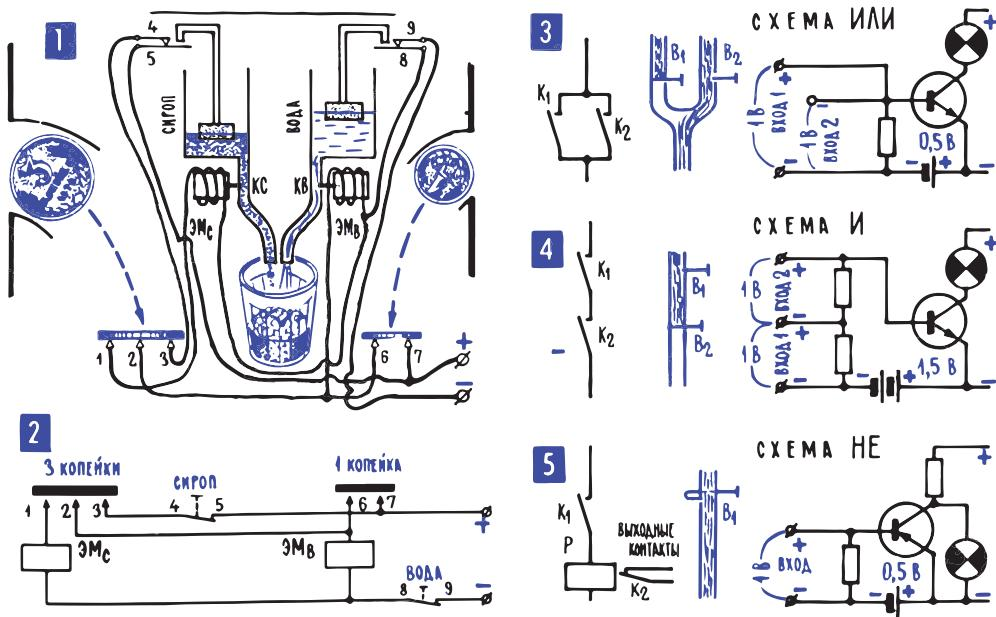

Рис. 15.4. Работа автомата для продажи воды с сиропом
7. В электрических цепях легко выполняются логические операции И, ИЛИ, НЕ. На рис. 15.4; 1, 2 показана упрощенная учебная схема (опять-таки «упрощенная учебная» и не более) автомата для продажи газированной воды с сиропом7. Схема эта довольно проста. Монета «1 копейка» замыкает контакты 6, 7, и если при этом еще замкнуты контакты 8, 9 (они размыкаются, когда в резервуаре нет воды), то электромагнит  $\text{ЭМ}_B$  откроет кран КВ и нальет в стакан воду. Монета «3 копейки» замыкает сразу три контакта. Это контакты 2, 3, которые дублируют контакты 6, 7 и в итоге наливают в стакан воду. Кроме того, монета замыкает контакты 1, 3, которые подают питание на электромагнит  $\text{ЭМ}_C$ , открывающий кран сиропа. Электромагниты, сработав, не только открывают краны КВ или КС, но еще включают механизм, забирающий монету. Если ни один из электромагнитов не сработает, то монету можно получить обратно.
В этой схеме мы встречаемся с чрезвычайно распространенными элементами электронных автоматов – схемами, которые выполняют логические операции И, ИЛИ и НЕ. Схема И (рис. 15.4; 4) дает возможность электрическому сигналу произвести свою работу, если замкнуты и первый контакт  $K_1$ , и второй  $K_2$ . В принципе, контактов может быть сколько угодно, от этого повадки схемы И не меняются – она требует, чтобы были замкнуты все контакты одновременно. А вот схема ИЛИ (рис. 15.4; 3) дает
возможность сигналу сработать, если замкнут любой из двух контактов, или первый, или второй, – все они параллельны, и замыкание любого открывает путь сигналу. Схема НЕ (рис. 15.4; 5) просто делает все наоборот: при замыкании контакта  $K_1$  она с помощью реле разрывает цепь, а при размыкании контакта  $K_1$  замыкает цепь.
На рис. 15.4; 3, 4, 5 показаны также гидравлические аналогии операции И, ИЛИ и НЕ и простейшие транзисторные схемы, где могут выполняться эти логические операции. В схеме И на базу транзистора подано запирающее напряжение  $-1,5$  В, и ни один из сигналов с напряжением 1 В сам по себе не может отпереть транзистор. Транзистор отпирается, только если на базу одновременно попадают и первый, и второй сигналы. А в схеме ИЛИ запирающее напряжение уменьшено до  $-0,5$  В, транзистор с одинаковым успехом откроет или первый одновольтовый сигнал, или второй. В схеме НЕ лампочка (она везде отображает нагрузку) включена не в коллекторную цепь, а параллельно транзистору; открывшись, транзистор шунтирует нагрузку, и ток в нее не идет (можно пояснить иначе: у открытого транзистора напряжение на коллекторе, а значит, на лампочке, резко падает).
С помощью элементов И, ИЛИ, НЕ автоматы проводят целые цепочки логических рассуждений. Один из примеров – на рис. 15.4; 1, 2. Автомат наливает воду, когда брошена или 1 копейка, или 3 копейки, а сироп – только в том случае, когда брошены 3 копейки и одновременно замкнуты контакты 1, 3, и 4, 5, и 8, 9. В реальных автоматах этой последней пары контактов, возможно, нет: когда кончается сироп, автомат наливает чистую воду, забрав при этом монету.